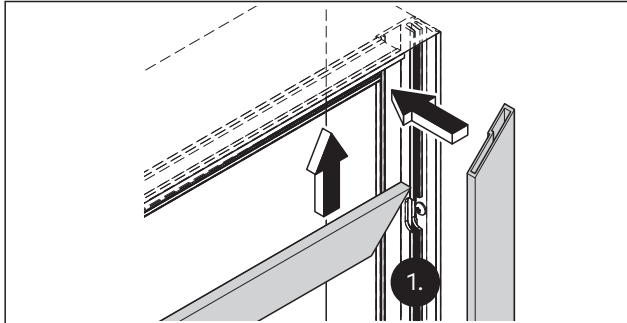

Abb. 20 Beispiel für die Montage der Fixverglasungs-Adapterprofile auf Eckstoß mit Gehrung
1. Die Fixverglasungs-Adapterprofile positionieren (Abb. 20).